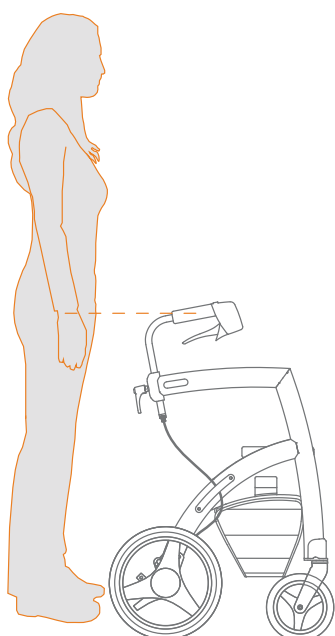

Figure 12: Déterminer la hauteur correcte.
Pour une utilisation optimale du Rollz Motion, un réglage adéquat est crucial **(Figure 12)**. La hauteur est réglable à l'infini entre les positions min et max. C'est ainsi que le Rollz Motion peut être facilement adapté aux besoins de chacun.
- c.** Afin de déterminer la hauteur idéale des poignées pour vous, il vous suffit de prendre place entre les poignées du Rollz Motion avec vos bras tendus vers le bas. Les poignées doivent être réglées à la hauteur de vos poignets (**Figure 12**).